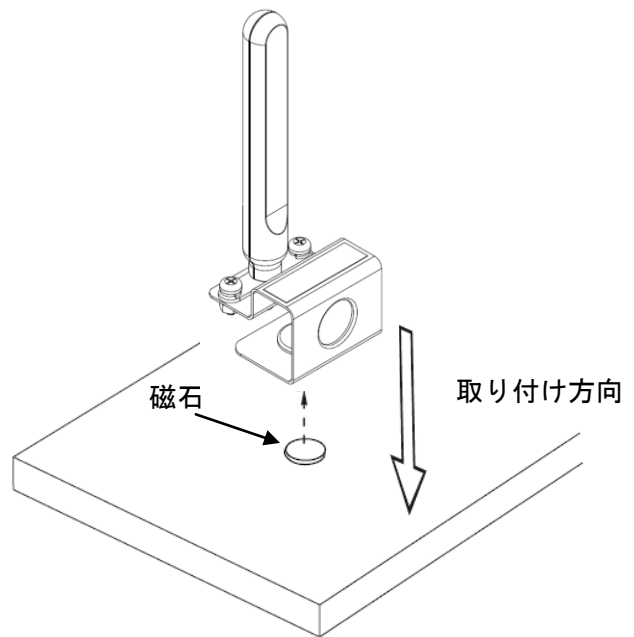

図 6 アンテナの水平面への取り付け
- ・アンテナを水平面に取り付ける場合は図6を参照の上、磁石を基台の底面に実装してから凹凸のない鉄製の平面部に固定してください。